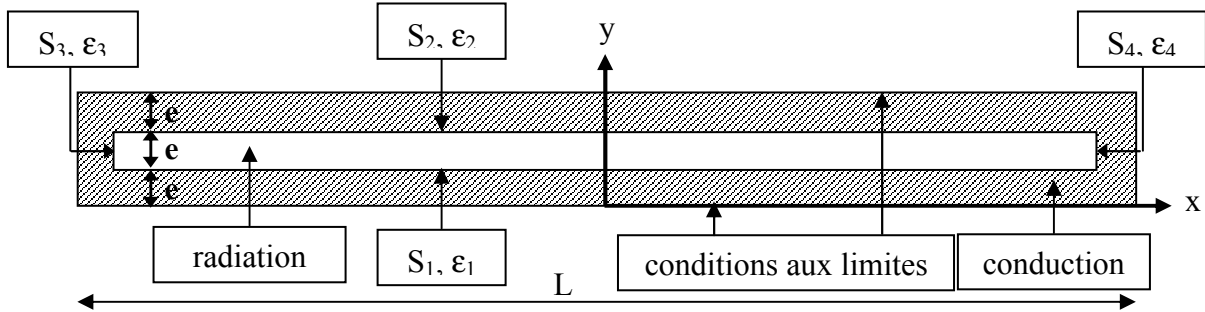

Figure 2
- 2) Calculer les températures T_1 et T_2 (figure 3) dans le cas de la structure de la figure 2. Les conditions aux limites sont : une température imposée de 20° C sur les faces inférieure et supérieure de la structure.